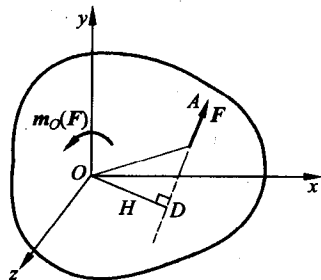

图 1-4
力对作用点之矩 力的作用可以使物体移动与转动。力的转动效应可用力对点之矩来度量。力 F 对点 O 之矩记为 $m_O(F)$,它是一个矢量(图 1-4),三要素为:
(1) 作用面 力作用线与力矩中心 O 构成的平面,图中为 $x-y$ 平面,或用通过 O 点垂直于 $x-y$ 平面的法线(z 轴)方向表示。
(2) 大小 记为标量 $m_o(F) = \pm FH$, F 为力 F 的大小, H 为力臂,即矩心 O 到力作用线的垂直距离。
(3) 转向 力 F 绕矩心 O 转动的方向,逆时针为正,反之为负(图 1-4 中为正)。